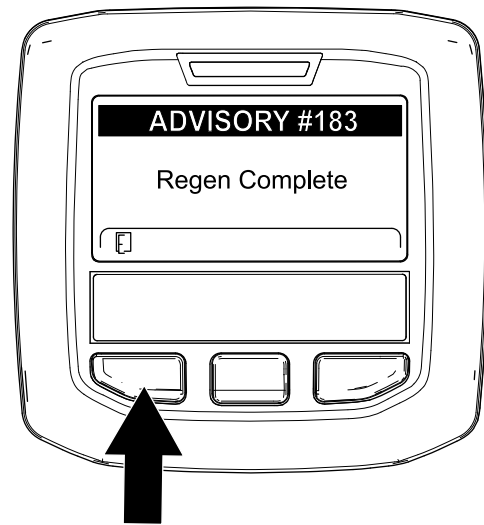

Figura 61
- Cuando el ordenador del motor finaliza una regeneración con la máquina aparcada o una regeneración de recuperación, el InfoCenter muestra ADVISORY #183 (Aviso n.º 183) (Figura 61). Pulse el botón de la izquierda para salir a la pantalla de inicio.
**Nota:** Si la regeneración no se realiza correctamente, el InfoCenter muestra Advisory #184 (Aviso n.º 184) (Figura 61). Pulse el botón de la izquierda para salir a la pantalla de inicio.